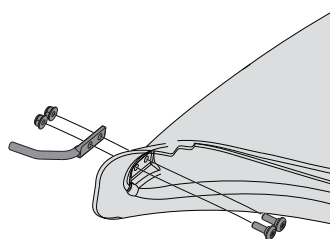

Figure 19
1. Installez le support de tige de la botte (747-06043) sur la chaussure à l'aide de deux (2) vis à épaulement (738-1225) et de deux (2) écrous de fixation (712-04064) du kit de quincaillerie 689-00636. Assurez-vous que les vis à épaulement (738-1225) sont installées à l'intérieur de la chaussure. Voir Figure 19.